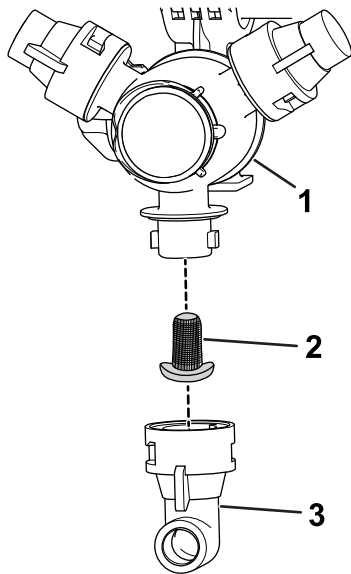

Figura 31
- Retire la boquilla de la torreta de fumigación (Figura 31).
- Retire el filtro de la boquilla (Figura 31).
- Instale el filtro de la boquilla (Figura 31).
- Instale la boquilla en la torreta de fumigación (Figura 31).